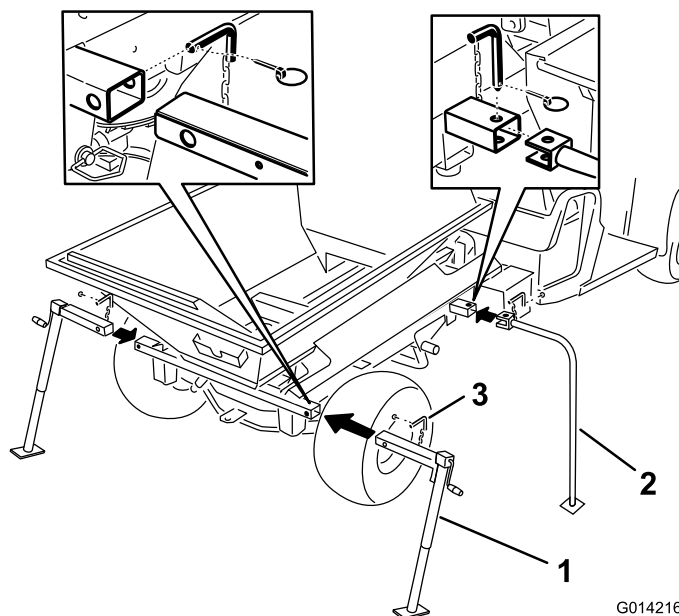

Figure 1
7. Insérez les pieds avant et les crics arrière dans les tubes du ProPass et fixez-les avec les goupilles de verrouillage (Figure 1).